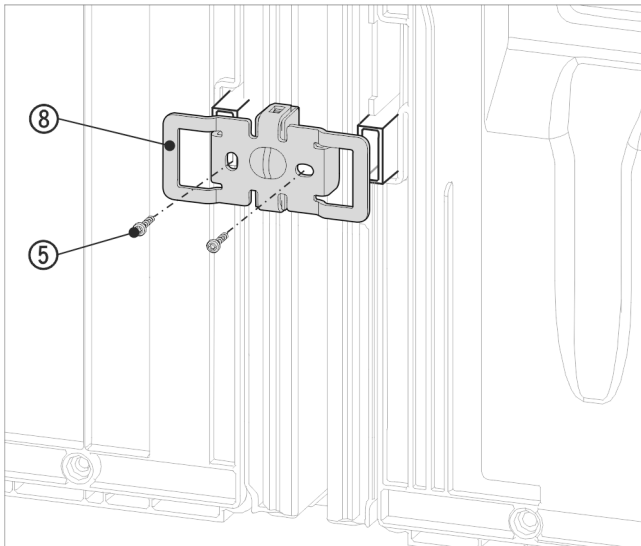

Fig. 19 Beispielhafte Darstellung
- ▶ Den Winkel Fig. 19 (8) erneut mit den Aussparungen über die Aufnahme für die Wandabstandshalter schieben.
- ▶ Mit 2 Schrauben Fig. 19 (5) fest anschrauben.